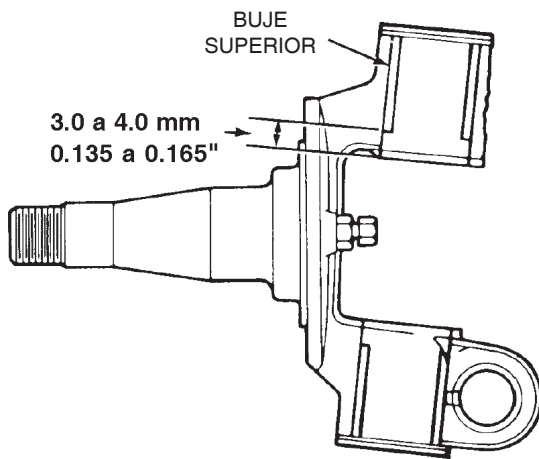

Figura 63
5. Prensa el buje hasta que esté situado entre 3.0 y 4.0 mm (0.135 a 0.165") desde el fondo del alojamiento. Figura 63.